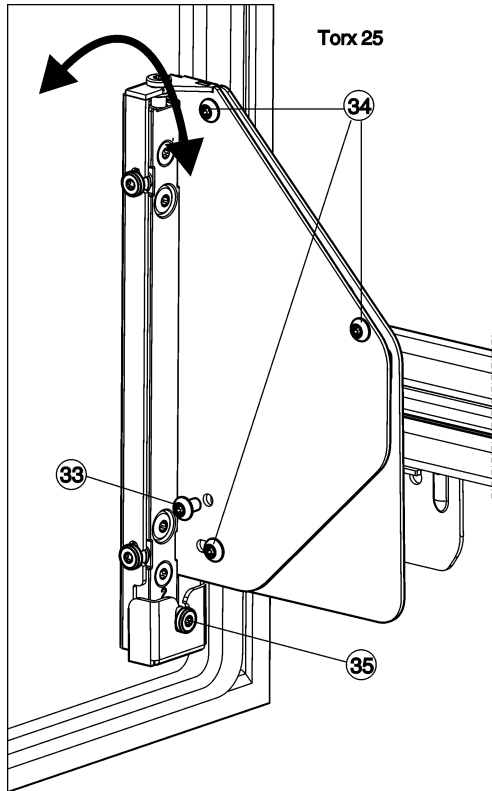

Fig. 26
- ▶ Kierrä ruuvi Fig. 26 (33) kokonaan ulos.
- ▷ Hävitä ruuvi Fig. 26 (33), sitä ei enää tarvita.
- ▶ Avaa ruuveja Fig. 26 (34) vain 1 - 2 kierrosta.
- ▶ Kierrä säätöruuvia Fig. 26 (35). Myötäpäivään: ovi ylhäällä kallistuu laitteen rungosta pois päin. Vastapäivään: ovi ylhäällä kallistuu laitteeseen päin ja alhaalla laitteen rungosta pois päin.
- ▶ Kiristä kaikki ruuvit Fig. 26 (34) uudelleen tiukalle kallistussäädön päättämisen jälkeen.